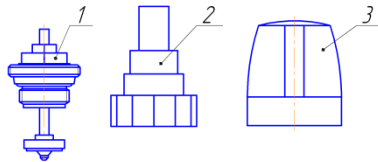

Рис.2 Состав вентиля.
2.3. Вентиль рис.2 состоит латунного корпуса поз.1, в котором вдоль оси перемещается шток с затвором, регулирующего механизма поз.2 и пластикового маховика поз.3.
- установить корпус в сборе поз.1 рис.2, закрутить ключом или головкой S17 до плотного упора;